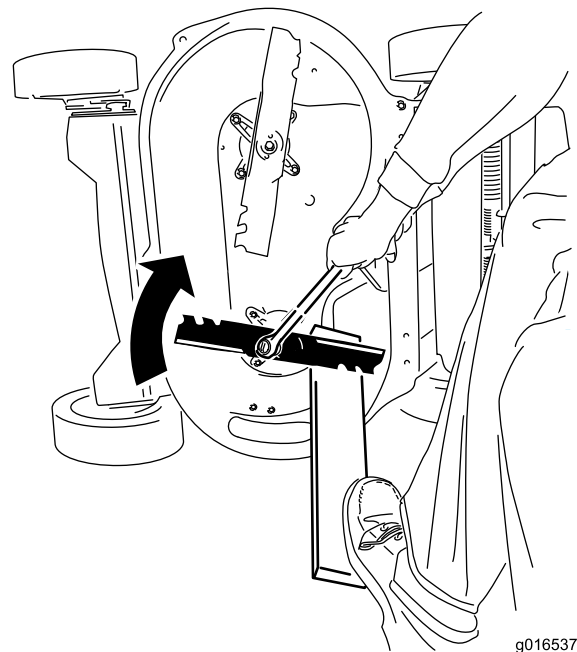

Bild 45
- Halten Sie jedes Messer mit einem Brett fest und drehen Sie die Messerschraube mit einem Drehmomentschlüssel nach rechts, wie in **Bild 45** dargestellt. Ziehen Sie die Messerschraube mit 82 Nm an.